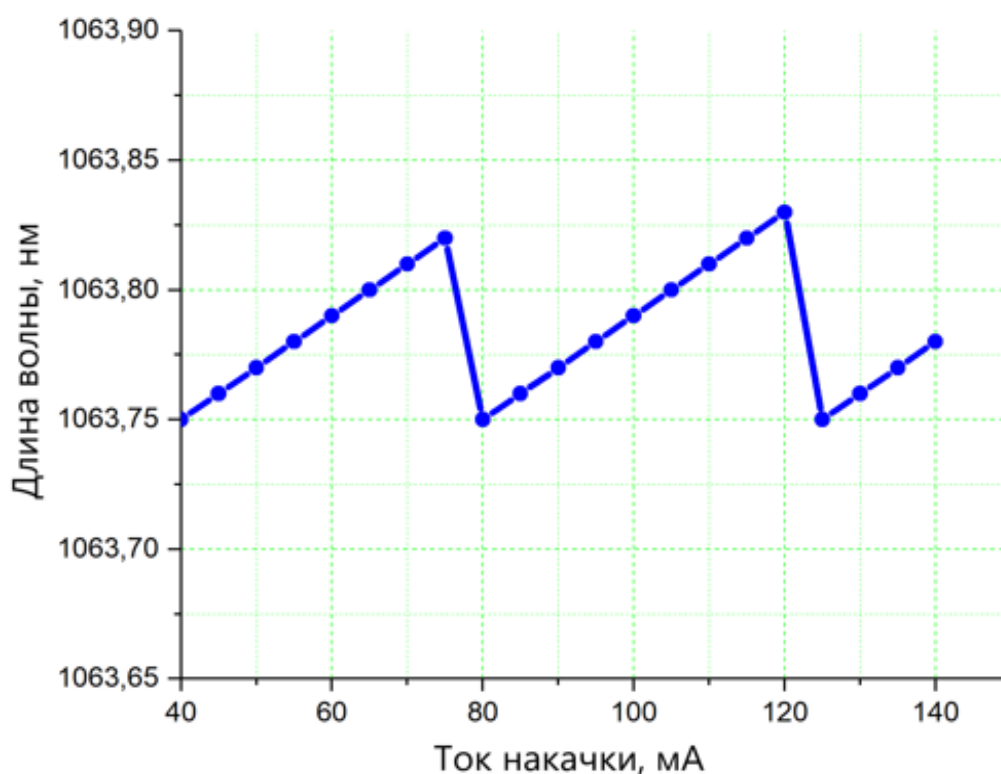

Рисунок 7 – График перестройки длины волны TLD лазерного модуля внутри селективности решетчатой структуры от тока накачки ЛД
Как только установлена подходящая рабочая точка центральной длины волны, длину волны можно настраивать без каких-либо скачков (непрерывно настраиваемая) в узком диапазоне (~5 ГГц и более, в зависимости от длины волны лазера). Коэффициент зависимости длины волны лазера (λ) от температуры (Т) составляет ~0.08 нм/°С, а коэффициент зависимости длины волны лазера (λ) от тока накачки (I) составляет примерно от 0.0008 до 0.0015-0.002 нм/мА (см. рисунок 7). Эти значения немного варьируются в зависимости от условий работы. Настройка с помощью изменения тока накачки является наиболее распространенным подходом для непрерывной перестройки, в первую очередь потому, что она легко масштабируется до быстрых скоростей настройки (100-1000 Гц и выше).